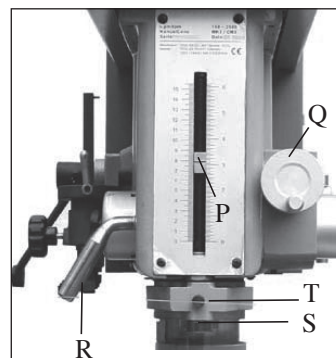

Bild 8
2. Lås opp dybdeskalaen ved å vri på låserattet (T-fig. 8)
3. Still inn dybdeanlegget (P-Fig.8) ved å vri på dybdeanleggsrattet (S-fig. 8) til ønsket dybde.
4. Lås dybdeskalaen ved å vri på låserattet (T-fig. 8)